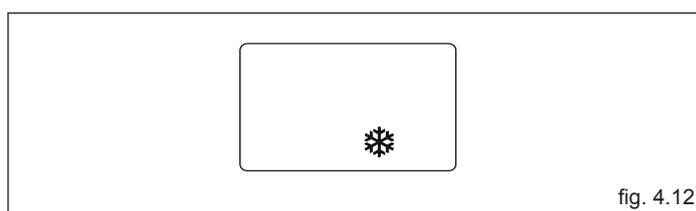

fig. 4.12
- **Antigelo riscaldamento:** la funzione si avvia se la temperatura rilevata dalla sonda di mandata scende sotto i 5°C. In questa fase si attiva il circolatore e, se caldaia non in blocco, anche il bruciatore alla minima potenza finché la temperatura dell'acqua di mandata raggiunge i 35 °C. Durante il ciclo antigelo sul visualizzatore digitale appare il simbolo  (fig. 4.12).
- **Antigelo sanitario:** la funzione si avvia se la temperatura rilevata dalla sonda sanitaria scende sotto i 5 °C. In questa fase si attiva il circolatore e, se caldaia non in blocco, anche il bruciatore alla minima potenza finché la temperatura dell'acqua di mandata raggiunge i 55 °C. Durante il ciclo antigelo sul visualizzatore digitale appare il simbolo  (fig. 4.12).